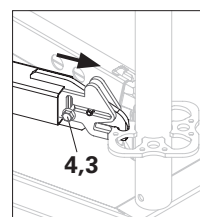

Fig. A1.11d
- Spingere il dispositivo di scorrimento verso la rosetta finché il bullone (**4.3**) non cade nella scanalatura longitudinale. (Fig. A1.11d)